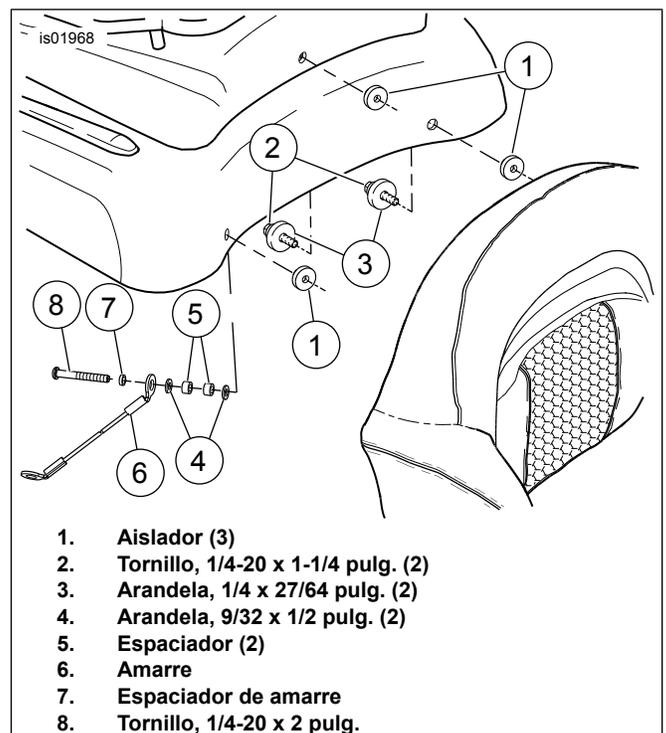

Figura 4. Instalación del respaldo del asiento
Vea la Figura 4 para los pasos del 1 al 4.
2. Inserte tres aisladores (1) dentro de los tres agujeros de montaje del respaldo en la tapa del Tour-Pak.
3. Instale el respaldo del Tour-Pak en la tapa del Tour-Pak con dos tornillos (2) y arandelas (3). Apriete los tornillos a 2,8 N·m (25 in-lbs).
4. Instale el tornillo (8) dentro del respaldo a través del espaciador de amarre (7), el amarre (6), los dos espaciadores de plástico (5) y las dos arandelas (4) en el orden que se muestra en la Figura 4. Apriete el tornillo a 2,8 N·m (25 in-lbs).